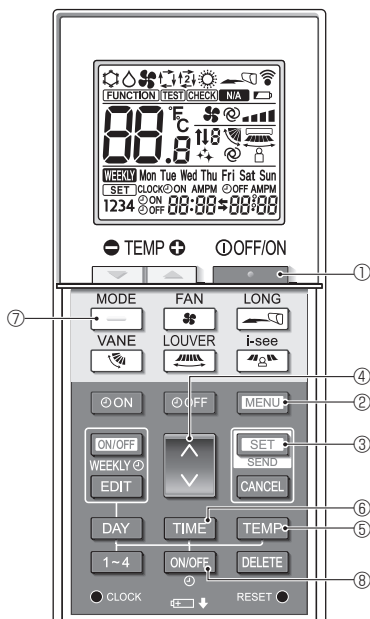

Fig. 7-9
1. Нажмите кнопку **FUNCTION** (1), чтобы остановить работу кондиционера воздуха.
2. Нажмите кнопку **MENU** (2).
Отобразится экран настройки Function (Настройка функций) и будет мигать числовое значение функции (A). (Fig. 7-9)